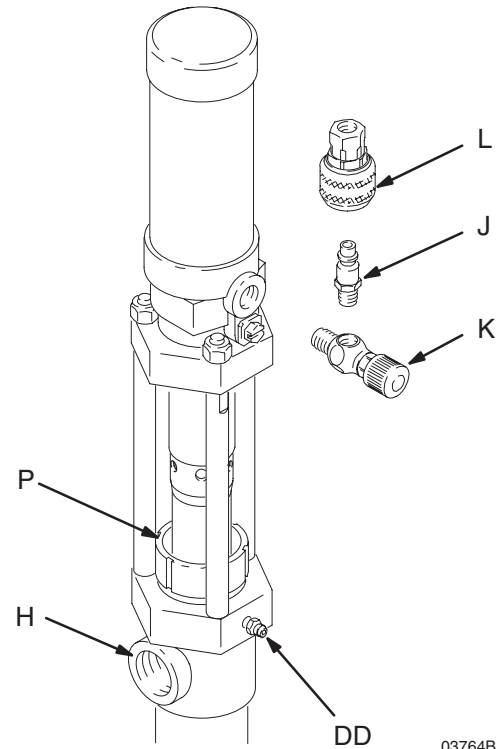

Abb. 5
Den Nassbehälter (P) zur Hälfte mit Graco TSL-Öl oder einer verträglichen Lösung füllen und immer halb gefüllt halten, damit kein Material an der Unterpumpenstange antrocknen und die Halspackungen der Pumpe beschädigen kann. Siehe Abb. 5.
Die Halspackungen öfters einfetten, wenn nicht schmierendes Material gepumpt wird oder wenn die Pumpe über mehrere Tage nicht in Betrieb genommen wird. Einige Pumpen haben zu diesem Zweck ein Schmierfitting (DD). Siehe Abb. 5.
In regelmäßigen Abständen die Dichtheit der Packungsmutter (P) überprüfen. Druck entlasten, dann gerade fest genug anziehen, um Leckagen zu verhindern. Siehe Abb. 5. Wenn die Leckage nicht gestoppt werden kann, die Packungen auswechseln, um Kontakt mit dem gepumpten Material zu vermeiden.